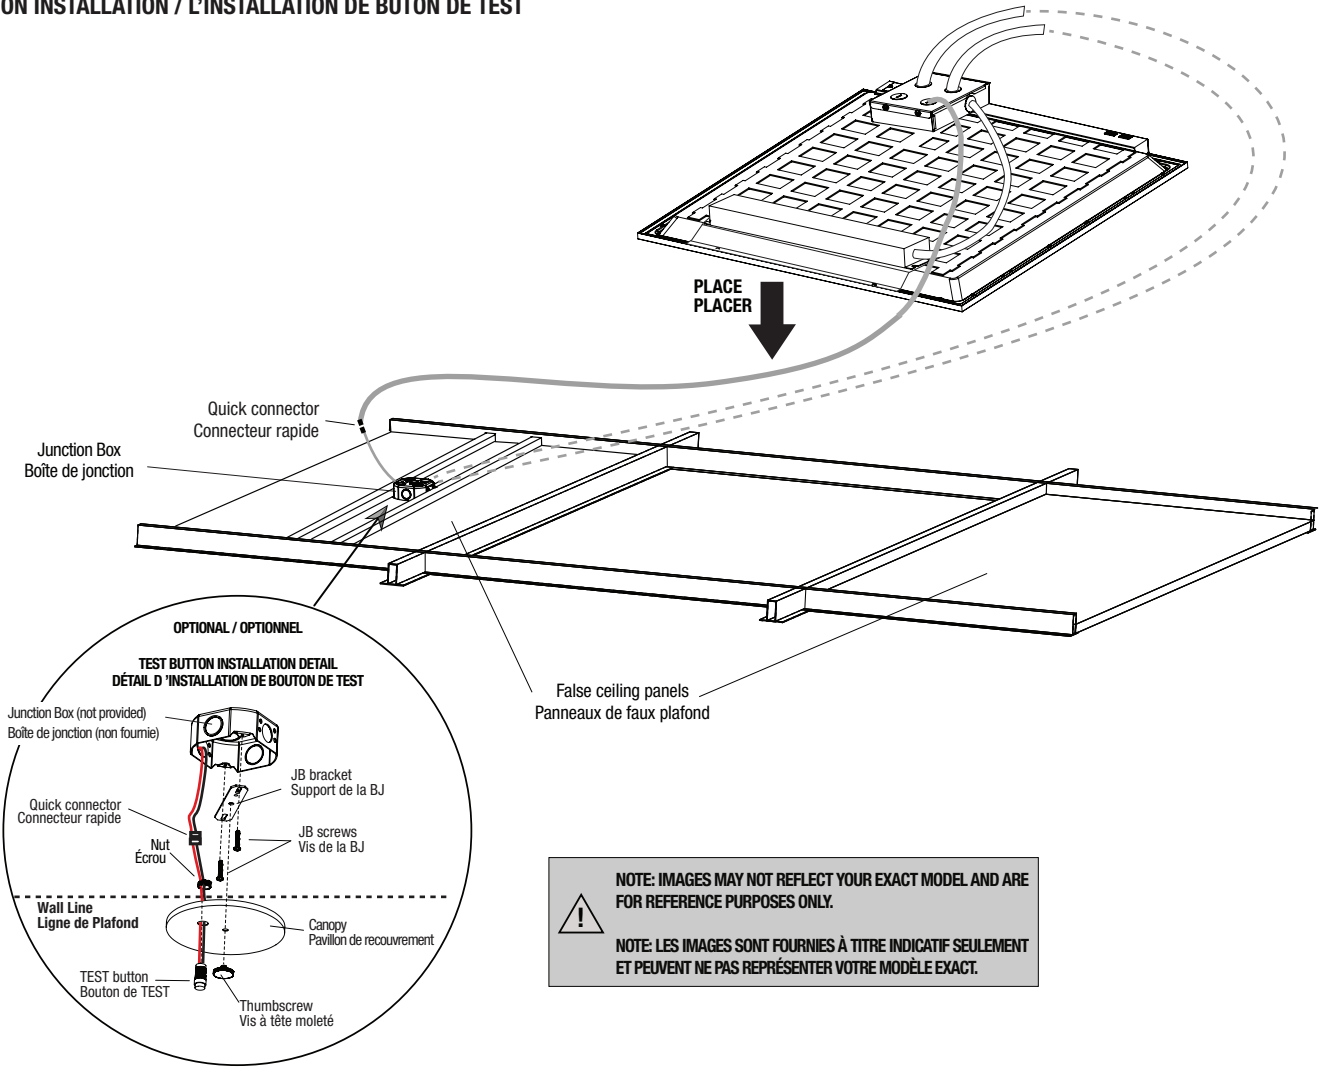

Fig. 2
5. Install the BX cables to the luminaire junction box. The BX cables must be previously installed and connected to a ceiling recessed junction box (see Fig. 2 detail).
7. To Test, press the TEST button (Fig. 2). The charge indicator included into the TEST button will go out and the luminaire will turn on supplied by the direct current (DC). Release the TEST button. The charge indicator will turn on and the luminaire will be supplied by the alternating current (AC). After the battery has reached full charge, the indicator light will go out. Under normal operation the charge indicator will turn on and off intermittently while the unit is in standby mode (regular AC is present) since the charge rate will vary in order to maintain an optimal battery performance.
5. Installer les câbles BX à la boîte de jonction du luminaire. Les câbles BX doivent être préalablement installés et connectés à une boîte de jonction encastrée au plafond (voir détail de la Fig. 2).
7. Pour effectuer un test, appuyez sur le bouton TEST (Fig. 2). Le voyant témoin de charge inclus dans le bouton TEST s'éteindra et le luminaire s'allumera alimenté par le courant continu (c.c.). Relâchez le bouton TEST. Le voyant témoin de charge s'allumera et le luminaire sera alimenté par le courant alternatif (c.a.). Une fois la batterie entièrement chargée, le voyant témoin s'éteindra. En fonctionnement normal, le voyant témoin s'allumera et s'éteindra de façon intermittente pendant que l'unité est en mode réserve (le c.a. régulier est présent) puisque le taux de charge variera pour maintenir une performance de batterie optimale. L'équipement doit être vérifié tous les 30 jours pendant 30 secondes. Une fois par année, l'équipement doit être vérifié pour une décharge totale pendant 90 minutes.